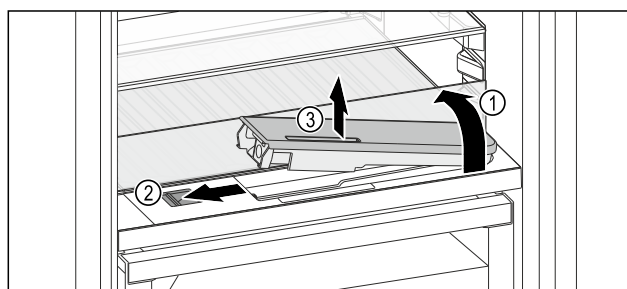

Fig. 230
- ▶ Σηκώστε το γυάλινο ράφι και γυρίστε το προς τα πίσω μέχρι να τερματίσει Fig. 230 (1).
- ▶ Μετακινήστε τον σύρτη Fig. 230 (2) προς τα αριστερά.
- ▶ Αφαιρέστε το δοχείο νερού Fig. 230 (3).